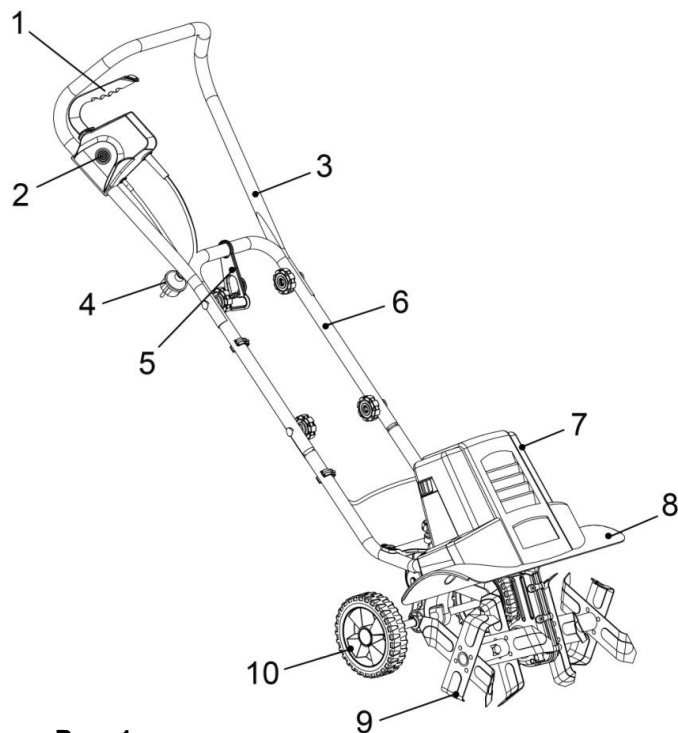
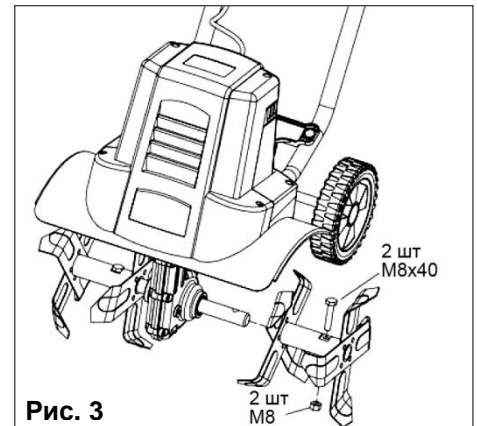

Рис. 1
Рис. 3
- Наденьте на вал среднего сегмента (части) рукоятки держатель (5)(См. Рис.1) для крепления шнура удлинителя.
- Для установки фрезы, наденьте фрезу (9)(См. Рис.1) на вал редуктора культиватора и закрепите ее с помощью винта М8х40 и гайки (См. Рис.3).
- Слегка наклоните культиватор назад, чтобы между лопастью фрезы (9)(См. Рис.1) и грунтом было свободное пространство.